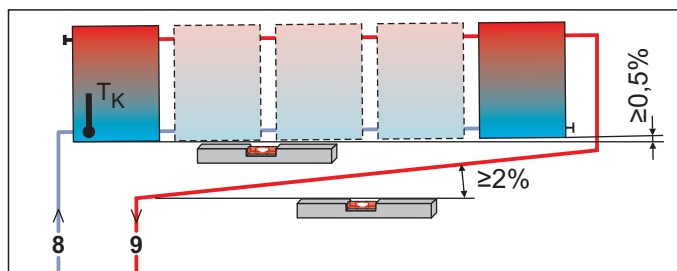
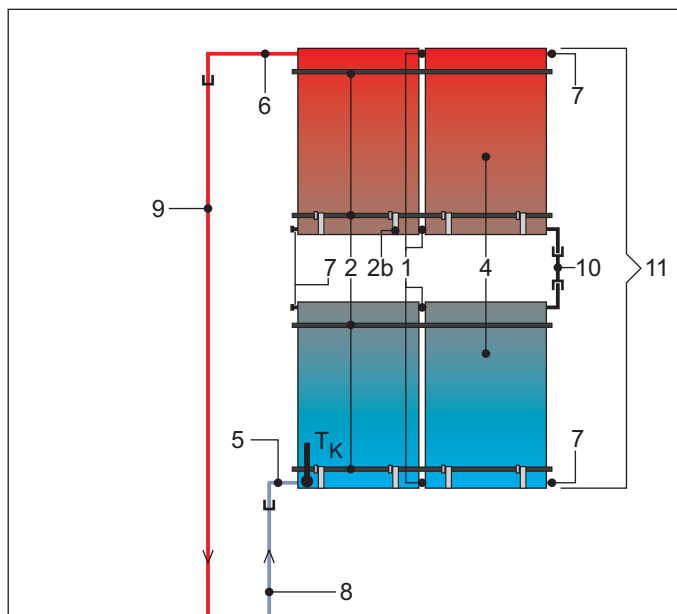
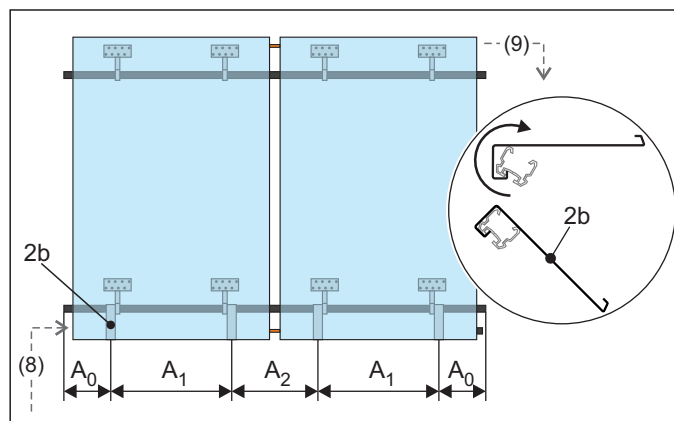

Fig. 4-1 Campo de colectores solares con conexión bilateral (recomendado)
Fig. 4-3 Disposición de colectores solares alternativa
Fig. 4-8 Paso 1: alineación de los ganchos de seguridad
Como alternativa a la conexión puramente paralela de los colectores solares que se describen en estas instrucciones, si es necesario, se pueden montar como máximo 3 filas de colectores superpuestas. Los colectores o campo de colectores superpuestos deben conectarse en serie (fig. 4-3).
Tab. 4-1 Leyenda de la fig. 4-1 hasta fig. 4-3 y fig. 4-8
- El conductor de conexión de avance (VA15 Solar) debe conectarse al colector por arriba y el conductor de conexión de retorno (VA18 Solar) por abajo (véase fig. 4-1 hasta fig. 4-3 y fig. 4-8).
1. Colocar los ganchos de seguridad del colector en la ranura guía del perfil de montaje inferior y plegarlos hacia abajo. Después de haber colocado los ganchos de seguridad es posible desplazarlos lateralmente (véase fig. 4-8 y Tab. 4-3).